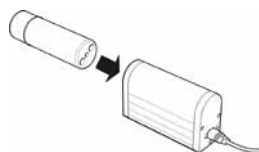

Fig. 12
3. Placez la batterie dans le chargeur de batterie (voir fig. 12). La batterie est maintenue par une force magnétique et s'installe automatiquement dans le chargeur.